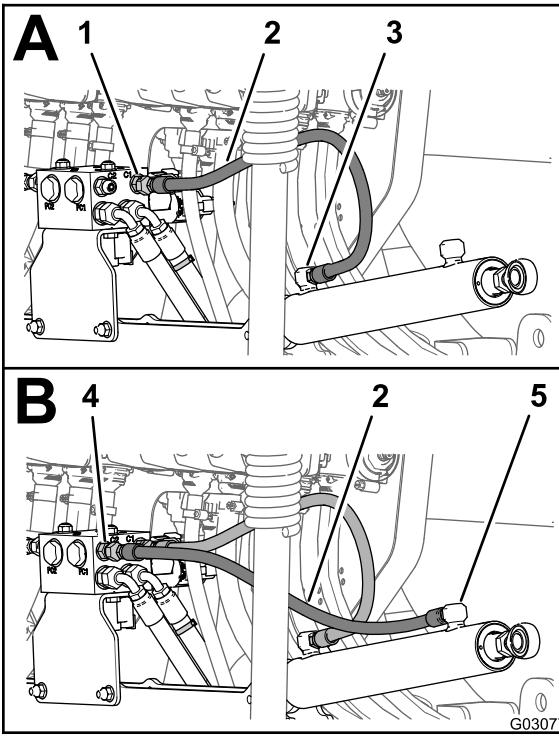

Figura 130
3. Conecte provisionalmente una manguera hidráulica nueva (1/4" x 24 3/4") entre el orificio de extensión del cilindro de elevación del brazo derecho y el orificio C1 del distribuidor de elevación de los brazos (Figura 130).
4. Conecte provisionalmente una manguera hidráulica nueva ($\frac{1}{4}$ " x $24\frac{3}{4}$ ") entre el orificio de retracción del cilindro de elevación del brazo derecho y el orificio C2 del distribuidor de elevación de los brazos (Figura 130).
5. Apriete los acoplamientos de los orificios de extensión y retracción de los cilindros de elevación (Figura 129 y Figura 130) a 21–26 N·m.
6. Apriete las tuercas giratorias de las mangueras del distribuidor de elevación de los brazos (Figura 129 y Figura 130) a 24–30 N·m.